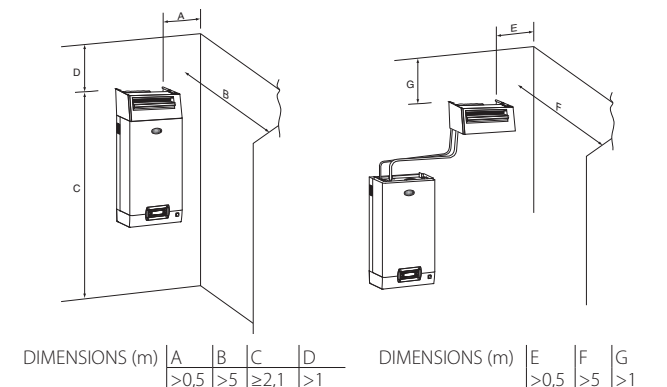

Fig. 3.c
2. le support de fixation en forme de "L" (voir détail 1 Fig. 3.b) est livré avec les distributeurs de vapeur modèles allant du DP085* au DP205*. Pour des longueurs inférieures, le support peut être fourni en option (code 18C478A088).